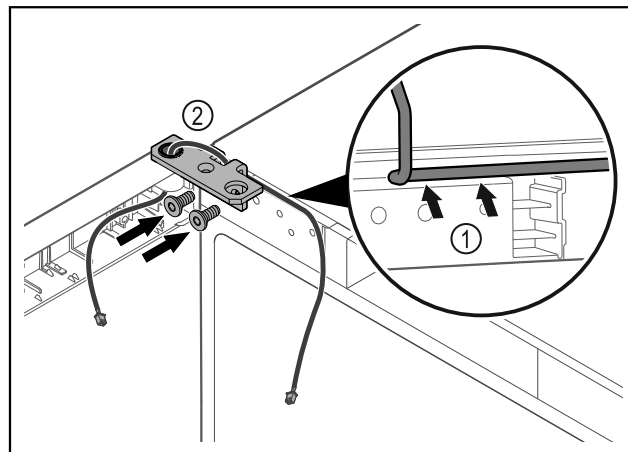

Fig. 38
- Kabel door de uitsparing van de scharnierhoek leiden en voorzichtig monteren Fig. 38 (1).
- Scharnierhoek Fig. 38 (2) vastschroeven.